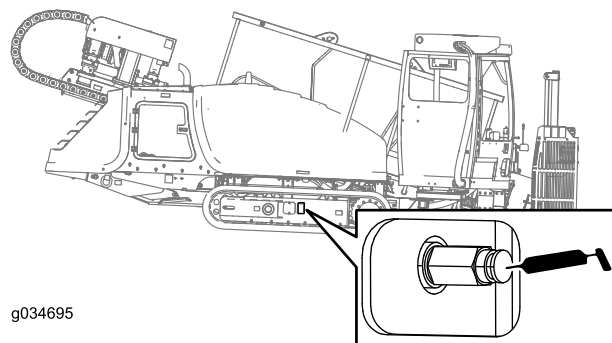

Рисунок 109
2. Удалите грязь и мусор вокруг клапана консистентной смазки для натяжения гусениц (Рисунок 109).
4. Заправляйте консистентную смазку в масленку, пока натяжение не достигнет 310,26 бар, как показано на Рисунок 109.
4. Поверните клапан консистентной смазки для натяжения гусеницы в направлении против часовой стрелки не более чем на 1 оборот (Рисунок 109).